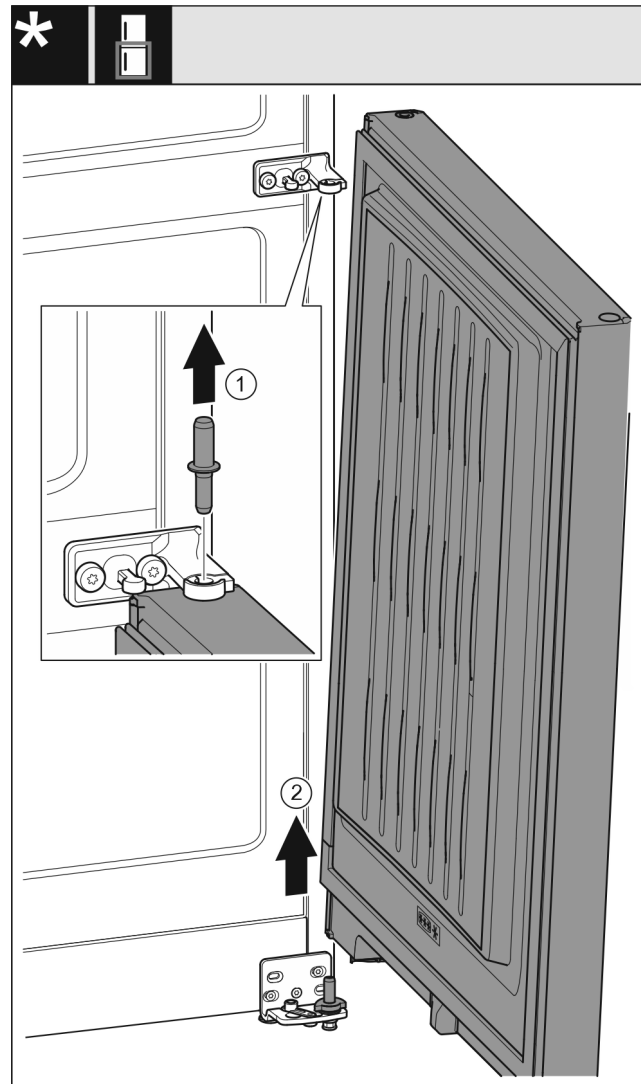

Fig. 8
- ▶ Čap vyťahnite nahor. Fig. 8 (1)
- ▶ Dvere vyklopte von, nadvihnite smerom hore a odložte nabok. Fig. 8 (2)